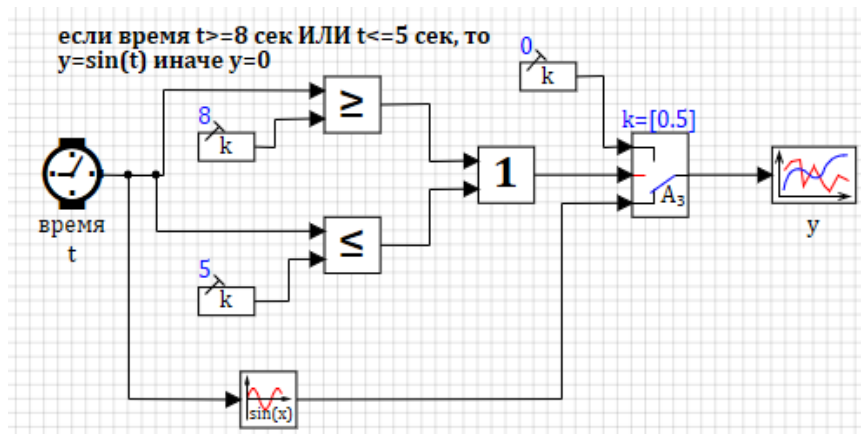

Рисунок 3.11 – Схема №8
6.3 Соберите и промоделируйте расчетную схему (рисунок 3.11), реализующую логическое выражение: